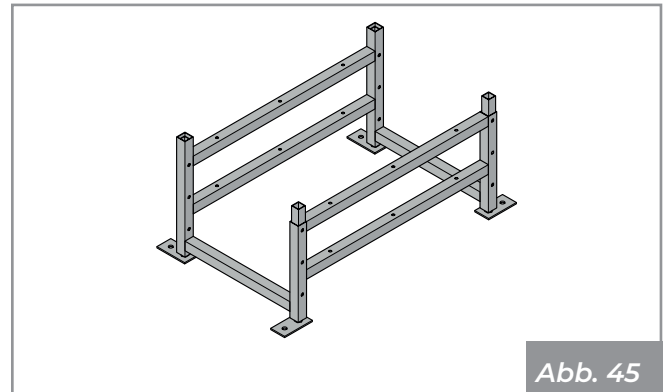

Abb. 45
- Untergestell-Kit (nur für A78) (Abb. 45).